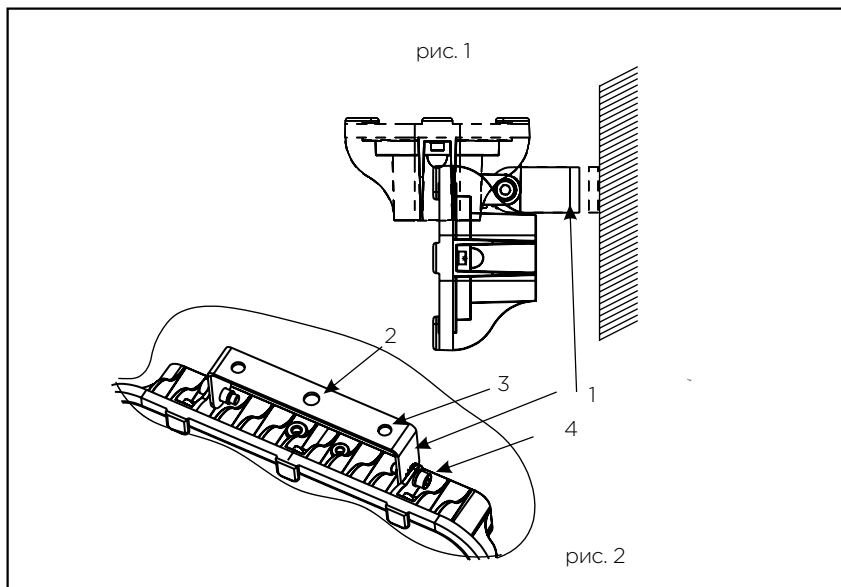

рис. 2
1. Закрепить FWL кронштейн 1 (рис. 1, рис. 2) на поверхность. Для этого: